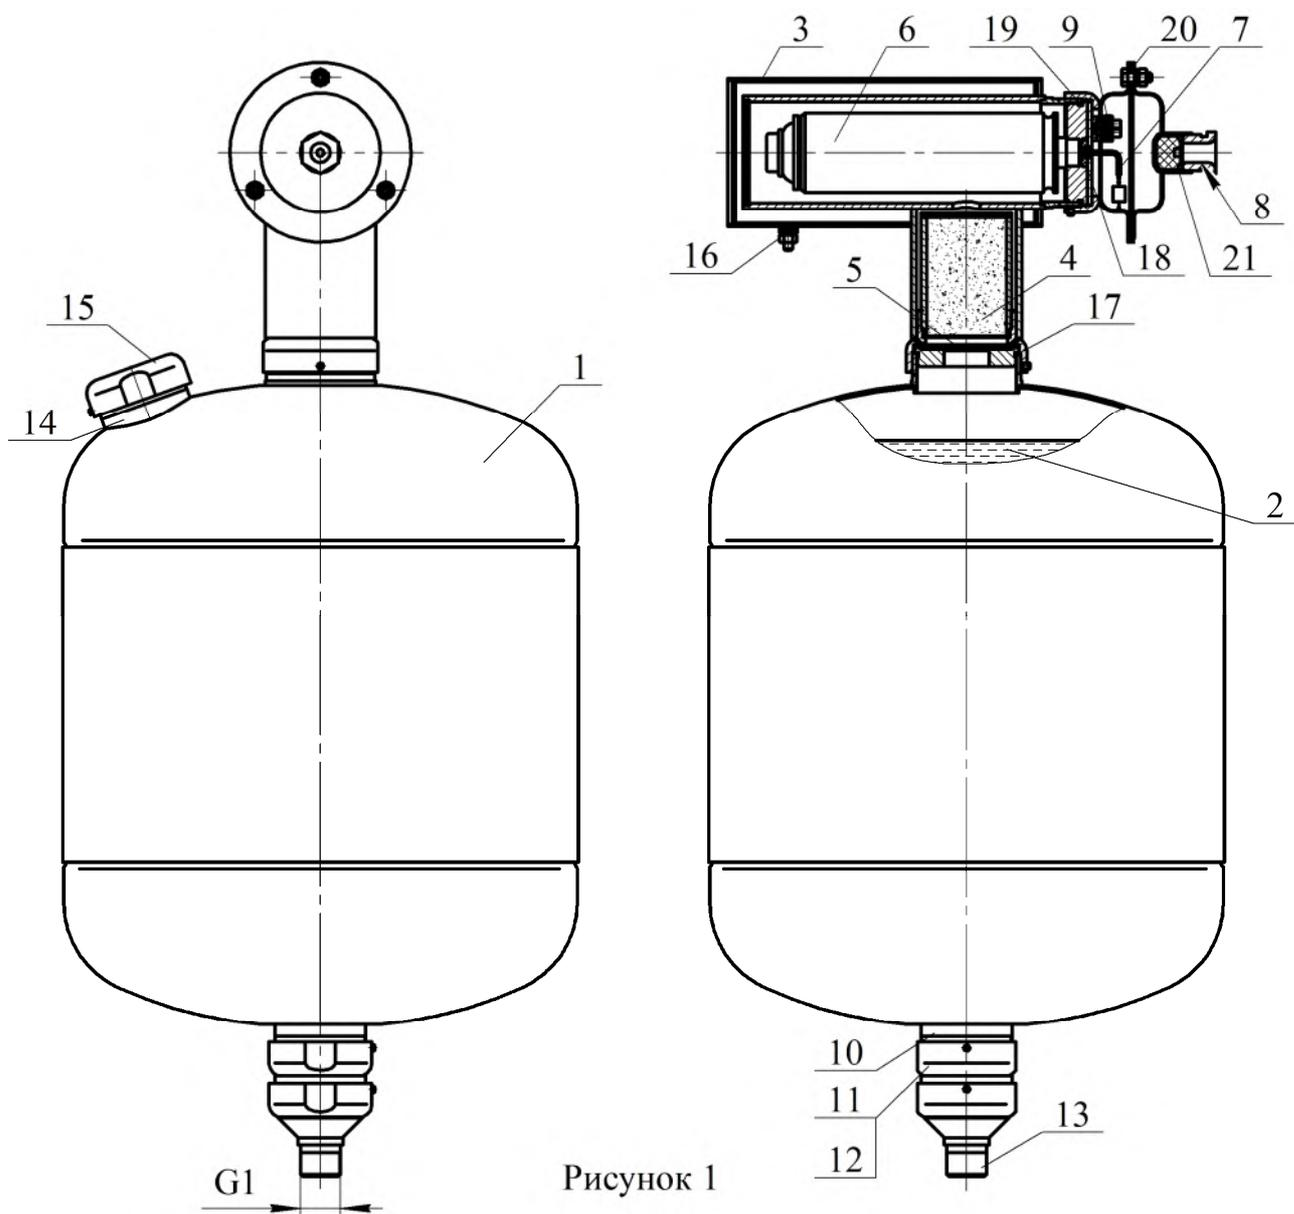

Рисунок 1
4.1.1 МУПТВ (см. рисунок 1) состоит из корпуса **1**, заправленного ОТВ **2**, газогенерирующего устройства **3** и мембранного рабочего узла, смонтированного в нижней части модуля. Канал со встроенным фильтрующим элементом **4** для очистки газа, соединяющий газогенерирующее устройство **3** с внутренней полостью корпуса **1**, загерметизирован эластичной прокладкой **5**. В корпусе газогенерирующего устройства установлен ИХГ **6** с элементом электропусковым **7**. Газогенерирующее устройство снабжено вводной коробкой с герметичным кабельным вводом **8**. Монтажный кабель через кабельный ввод **8** входит во вводную коробку и через зажим контакт-
6.5.1 Залить в отверстие верхней горловины **14** (см. рисунок 1) воду (питьевую либо дистиллированную) (температура воды должна быть плюс  $(15...25)^{\circ}\text{C}$ ) объемом  $26,2^{+0,4}$  дм3. Открыть упаковки с жидкими добавками к воде и залить их в отверстие верхней горловины **14**.
6.6.3 Полученный раствор ОТВ залить в отверстие верхней горловины 14 (см. рисунок 1). Для окончательного приготовления ОТВ открыть упаковки с жидкими добавками к воде и залить их в отверстие верхней горловины 14.
6.8 Соединить штуцер 13 (см. рисунок 1) с трубной разводкой.